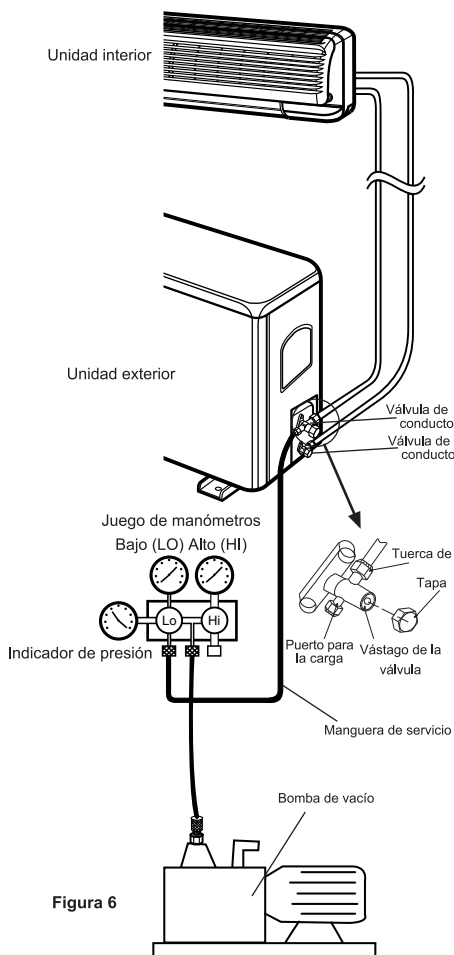

Figura 6
1. Controle que las conexiones de las tuberías hayan sido unidas adecuadamente, quite la tapa del puerto para la carga y conecte el juego de manómetros y la bomba de vacío en la válvula para la carga con las mangueras de servicio como se muestra en la figura 6.